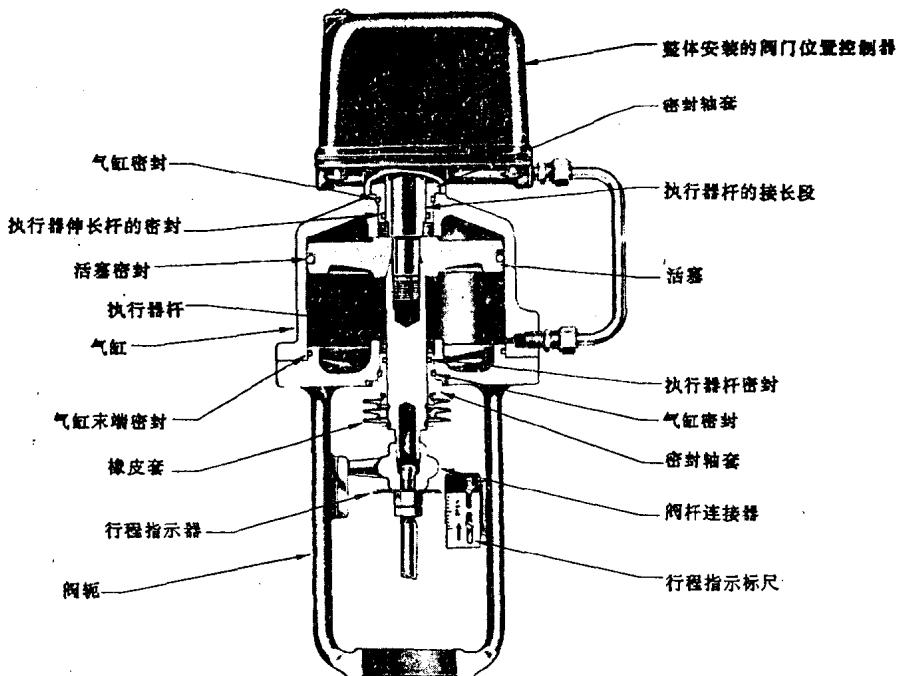

图 1-7 双作用式活塞执行器
下述术语适用于表征带膜片或活塞执行器的标准滑动门杆控制阀的物理和运行特性。其中有些术语，特别是与执行器有关的亦适用于转轴式的控制阀。许多定义是与 ASME 标准 112—“膜片执行器控制术语”一致的，也包括其它一些专用术语。对某些复杂的术语在括号内加以解释。零部件名称在图 1-1 至图 1-7 中注明，其后各章将分别介绍转轴式控制阀、控制阀功能和特性及其它控制阀的术语。
**执行器接长节(Actuator Stem Extension):**活塞执行器杆的接长段，以便将活塞的运动传给阀门定位器(见图 1-7)。
**气缸 (Dylinder):**活塞执行器的外套,活塞在里面移动。(见图 1-7)。
**活塞(Piston)**:一个可动的压力响应元件,把作用力传给执行器杆(见图 1-7)。
**活塞执行器(Piston Actuator)**:用液压操作的活塞与气缸组合体,使执行器随液体压力变化而定位。(大多数活塞执行器如图 1-7 所示是双向动作的,这样,在任一方向上都可发挥其全部功能)。
**密封轴套 (Seal Bushing):** 防止活塞执行器气缸上下两端泄漏的部件。(在轴套内用人工橡胶制成的 O 型环可使气缸、执行器杆和接长节得到密封, 如图 1-7 所示)。